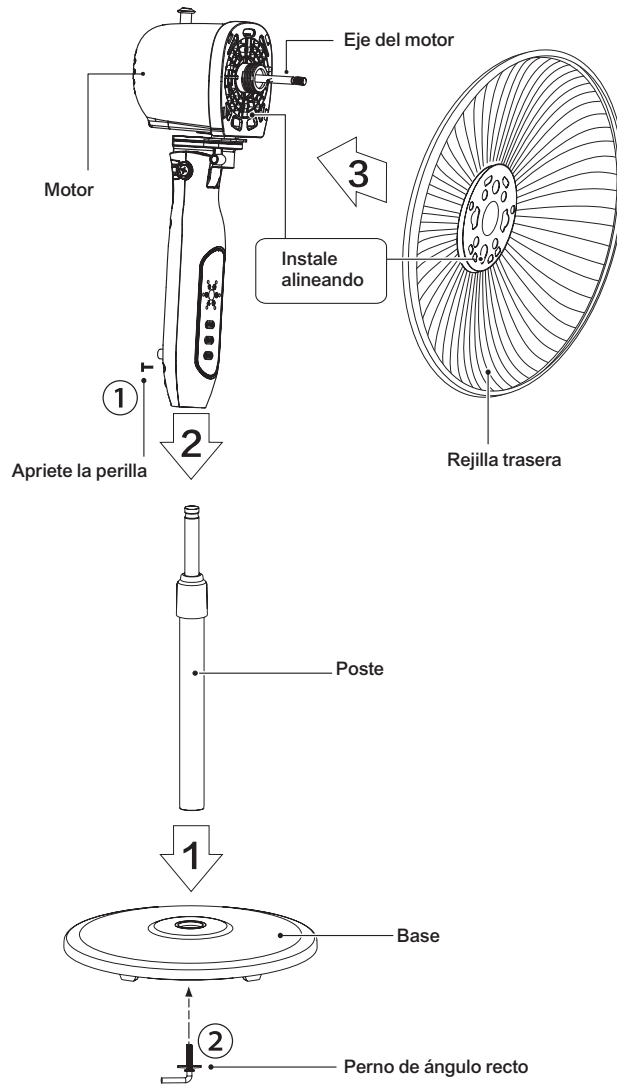

Fig. 1
2. Coloque la unidad del cabezal en la columna y apriete el tornillo en alineación con la muesca en el poste interno. (Ver Fig. 1)
3. Quite el girador en la unidad del cabezal haciéndolo girar en sentido horario. Luego quite la tuerca plástica haciéndola girar en sentido antihorario. Coloque el resguardo trasero en la unidad del cabezal. (Ver Fig. 1)